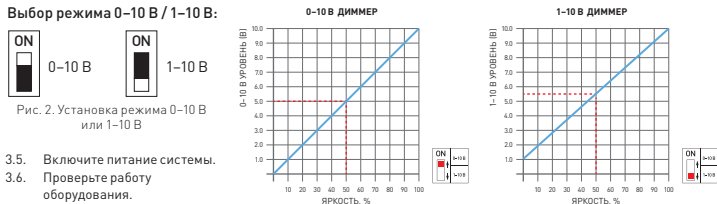

Рис. 2. Установка режима 0-10 В или 1-10 В
3.4. С помощью DIP-переключателей на корпусе установите режим работы 0-10 В или 1-10 В (рис. 2).